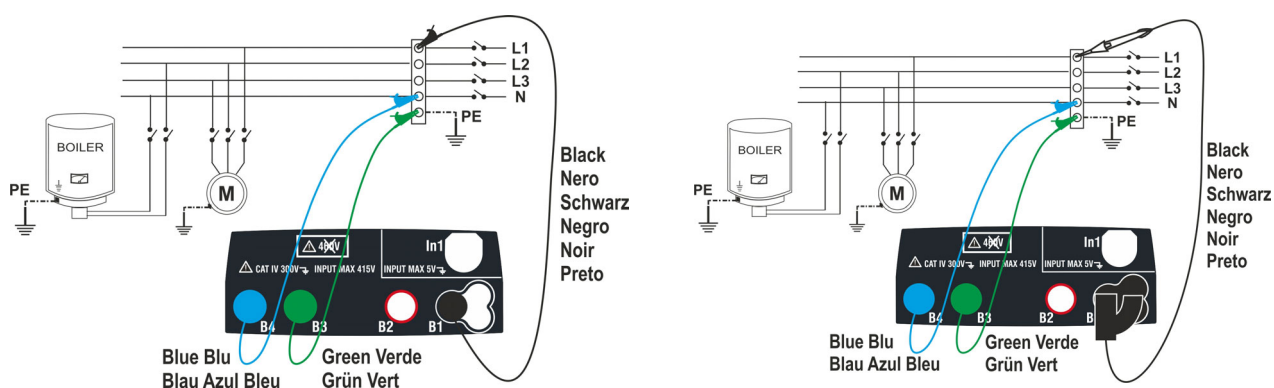

Fig. 10: Verifica dell'isolamento L-PE e N-PE tramite cavi singoli e puntale remoto
5. Connettere i coccodrilli e/o i puntali e/o il puntale remoto ai capi dei conduttori in esame in accordo alle Fig. 10 e Fig. 11.